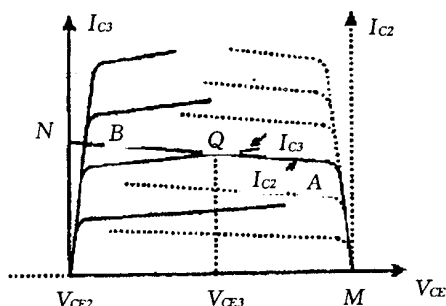

图 2
(1) 根据  $T_3$  偏置电路(实际电路中, 可以估算), 在  $T_3$  特性上找到  $I_{B3}$  对应的曲线。
(2) 根据  $I_{B2} = I_{c2}/\beta_2 \approx I_R/\beta_2$  在  $T_2$  特性上找到  $I_{B2}$  对应的曲线, 该曲线就是负载线,  $I_{B3}$  与  $I_{B2}$  曲线之交点即为静态工作点  $Q$ 。具体作法如下:
① 在  $T_3$  特性曲线上找一点  $M$ , 坐标为  $(V_{cc}, 0)$ , 由图 1 可见  $V_{cE3} = V_{cc}$ ,  $V_{cE2} = 0$ ,  $I_{c3} = I_{c2} = 0$ , 此时,  $T_2$ 、 $T_3$  均截止, 显然  $M$  点为  $T_2$  特性曲线坐标原点, 如图 2 所示:
②  $V_{cE3}$  逐渐减小时,  $V_{cE2}$  逐渐增加, 在  $V_{cE2} < 1V$  的范围内,  $T_2$  处于饱和区域,  $T_3$  处于放大区域, 可根据  $I_{B2}$  在饱和区的形状, 画出这段曲线如图 2 中  $MA$  段;
③  $V_{cE3}$  继续减小, 当  $V_{cE2} > 1V$  后, 两管皆进入放大区域,  $I_{c3} = I_{c2}$  保持恒定, 图中  $AB$  段, 放大器正常工作时, 都在这个区域内;
④  $V_{cE3}$  再减小, 当  $V_{cE3} < 1V$  时,  $T_3$  便进入饱和区, 如图中  $BN$  段, 因  $R_L = \infty$ , 故交、直流负载线重合, 均为  $MABN$ 。